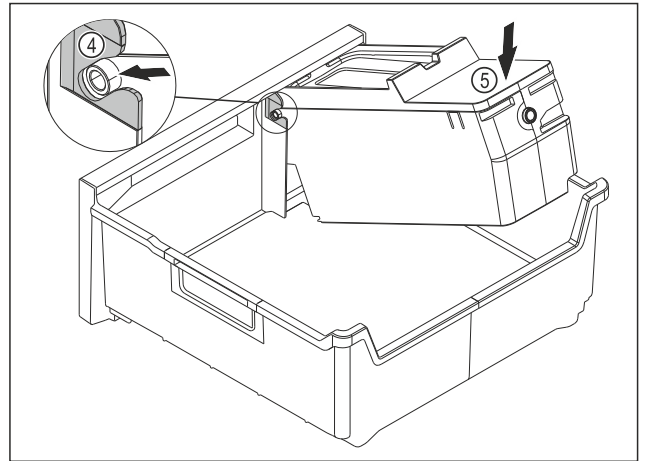

Fig. 149
- ▶ EasyTwist-Ice-corpus monteren: Assen van de EasyTwist-Ice-corpus in de geleidingen Fig. 149 (4) schuiven.
- ▶ EasyTwist-Ice-corpus Fig. 149 (5) achter omlaag drukken.